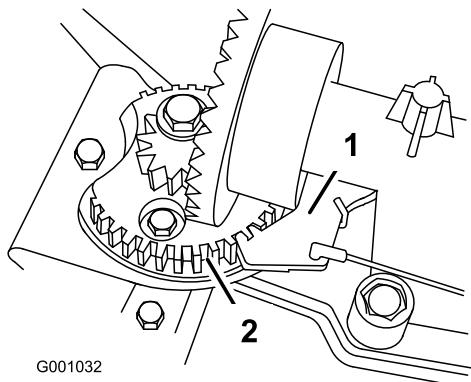

Bild 48
3. Fassen Sie den Kabelstrang an und schieben Sie ihn nach vorne an der Maschine, bis der Auswurfkanalriegel ganz in die Zahnräder des Getriebes greift (Bild 47 und Bild 48).
Hinweis: Der Riegel ist gefedert und ist so konstruiert, dass er in die Zahnräder des Getriebes greift (Bild 48).